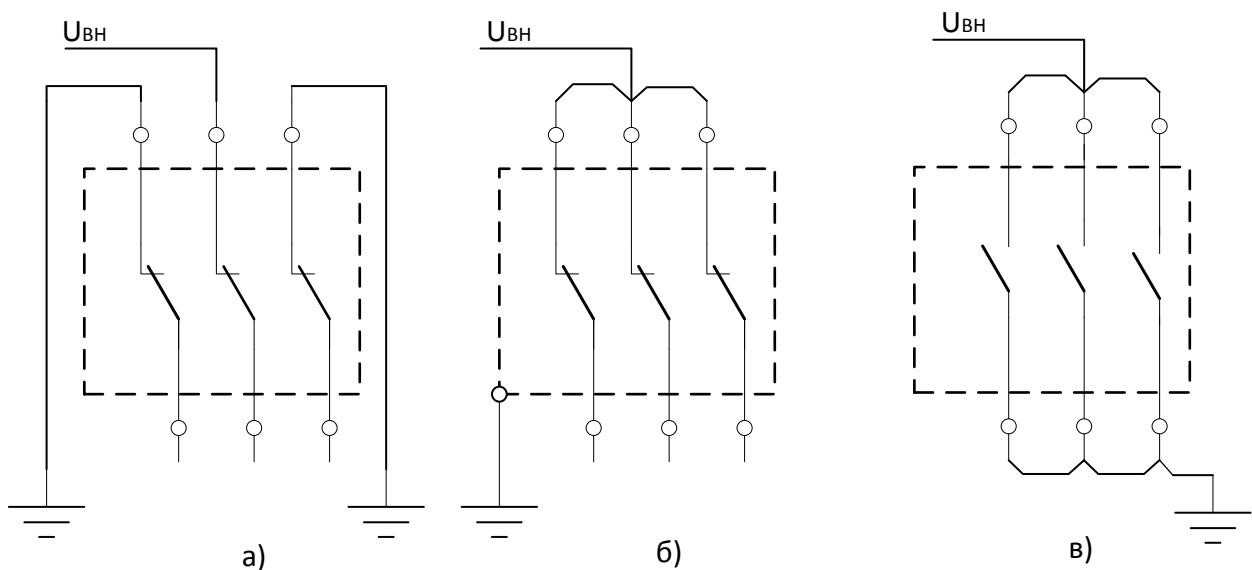

Рисунок 1
3.2.1 Испытаниям одноминутным напряжением промышленной частоты при плавном подъёме подвергается изоляция «фаза-земля», «фаза-фаза» и изоляция между разомкнутыми контактами главных цепей выключателя (см.рисунок 1).
Для схемы проверки по рис. 1а) и 1в) испытательное напряжение равно 42 кВ (для сети 10 кВ) и 32 кВ (для сети 6 кВ), для схемы рис. 1 б) – 37,8 кВ (для сети 10 кВ) и 28,8 кВ (для сети 6 кВ).
- к среднему полюсу выключателя во включенном его положении при заземленных крайних полюсах (рис. 1а). Этим проверяется междуфазовая изоляция выключателя;
- ко всем трем полюсам выключателя при включенном его положении относительно "земли" (рис.1б). Этим проверяется основная изоляция выключателя;
- между разомкнутыми контактами одного и того же полюса при отключено положении выключателя (рис.1в). Этим проверяется изоляция внутреннего разрыва выключателя (продольная изоляция).